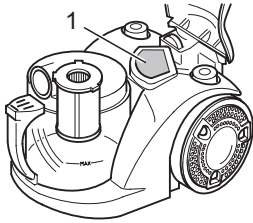

Abb. 23
- Entnehmen Sie bei dieser Gelegenheit sogleich den Motorschutzfilter (Abb. 23/1).